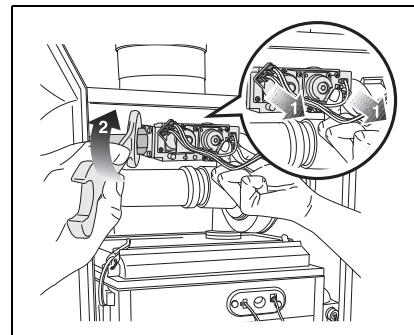

Fig. 4
- Estrarre la spina dell'allacciamento alla rete della valvola del gas (fig. 4, pos. 1) e allentare il dado di raccordo della tubazione del gas (fig. 4, pos. 2).
- Estrair o spine della valvola del gas (fig. 4, pos. 1) ed allentare il raccordo a vite del tubo de gas (fig. 4, pos. 2).